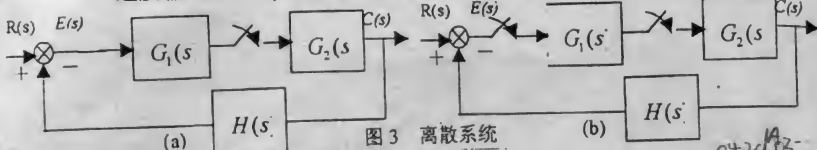

图 3 离散系统
5. (15%) 离散系统如图 3 中 (a)、(b) 所示。
(1) 求出相应的输出量的 Z 变换 (列写推导过程)；
(2) 在图 3(b) 中，若 $G_1(z) = \frac{3.826(1-0.5866z^{-1})(1-0.368z^{-1})}{(1-z^{-1})(1+0.592z^{-1})}$ ，